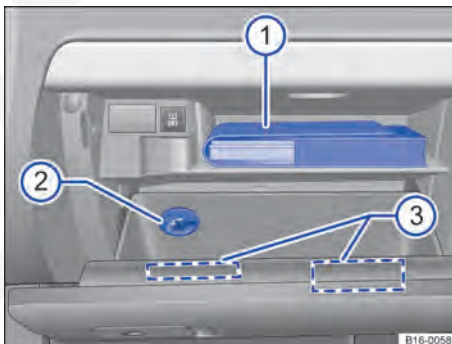

Fig. 128 Porta-luvas aberto.
Legenda para Fig. 128:
A literatura de bordo encontra-se na parte superior do porta-objetos ⇒ Fig. 128 ①.